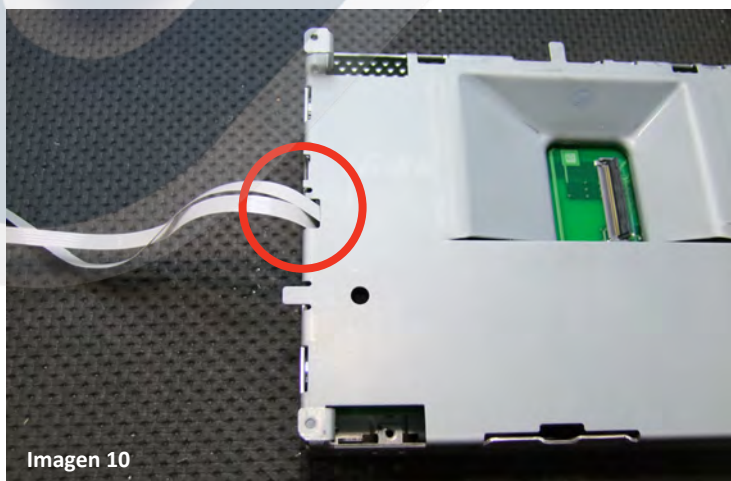

Imagen 10
4.c. Guiar ambos cableados por el orificio de la carcasa indicado en la imagen (imagen 10) y volver a montar la carcasa en el monitor **(TENER CUIDADO DE NO PELLIZCAR LOS CABLES)**.